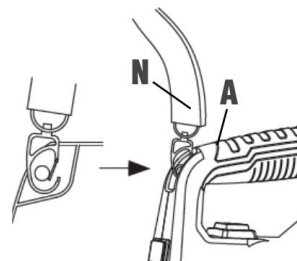

fig. 1
1. Fixez la sangle (N) au corps (A) (fig. 1).
2. Dévissez le contenant à godet (C) du pistolet (B).